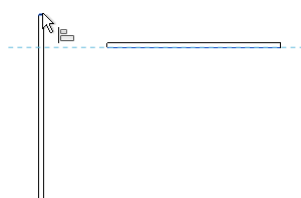
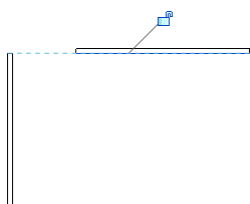

图 2-28 选择参照图元
图 2-29 对齐图元
(3) 选择要与参照图元对齐的一个或多个图元，如图 2-28 所示。在选择之前，将鼠标指针在图元上移动，直到高亮显示要与参照图元对齐的图元部分时为止，然后单击该图元，对齐图元，如图 2-29 所示。